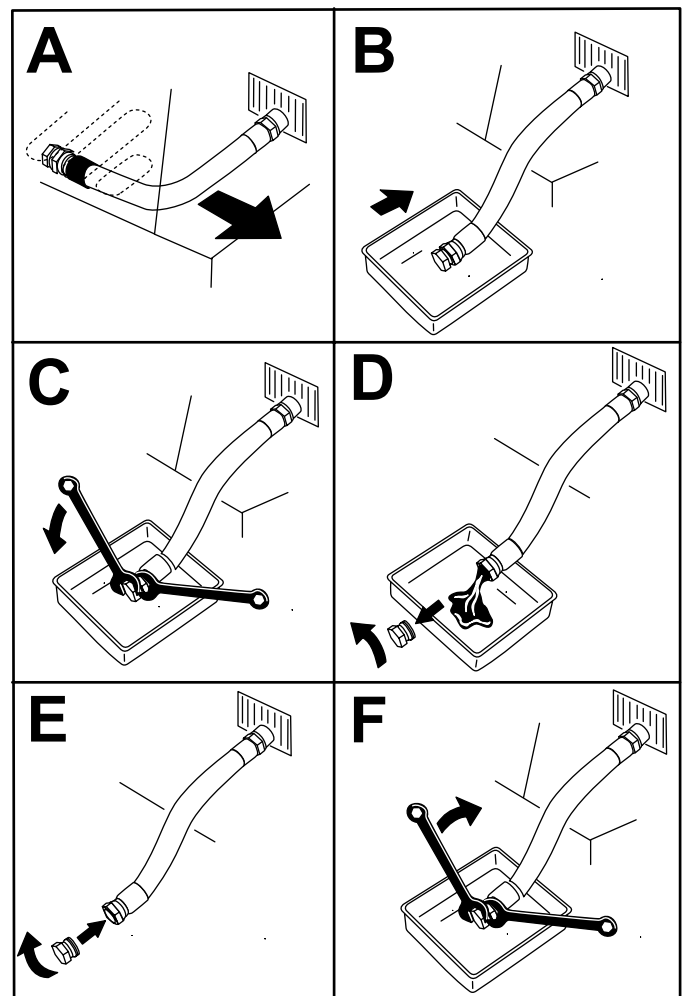

Figura 37
3. Drene el aceite del motor (Figura 37).